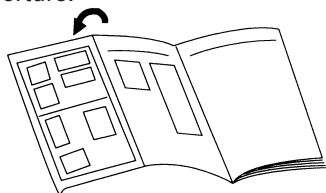

Fig. 6 Télécommande
- 1 **Appuyez sur la touche CLOCK ADJUST (Fig. 6 ③④).**
- 2 **Utilisez les touches TIMER SET (+/-) (Fig. 6 ③②) pour régler l'horloge.**
- 3 **Rappuyez sur la touche CLOCK ADJUST (Fig. 6 ③④).**
1 Appuyez sur la touche START/STOP (Fig. 6 24).
2 Appuyez sur la touche MASTER CONTROL (Fig. 6 22) pour choisir le mode souhaité.
Appuyez sur la touche SET TEMP. (Fig. 6 28).
Appuyez sur la touche FAN CONTROL (Fig. 6 23).